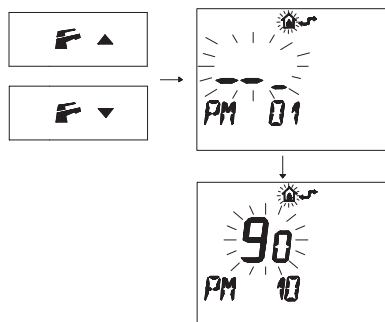

Рис. 5.47
- Нажмите кнопку  или , чтобы вывести на дисплей код **PM10** для выбора частоты повторного включения (Рис. 5.47).
Рис. 5.47 показывает заданное значение **90**, которое соответствует повторному включе-